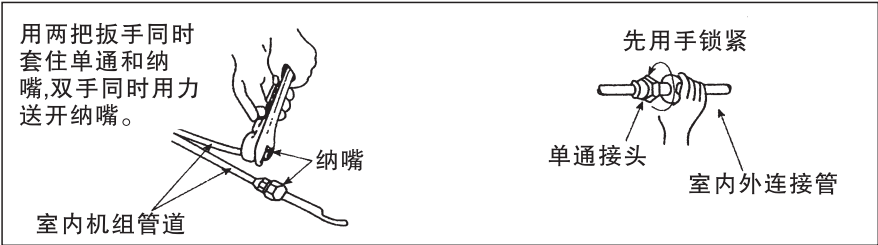

图19
- (1) 将纳嘴和密封帽拆开，将铜管尽头的纳嘴松开，使内藏气体排出，如图19所示。当纳嘴拆开时，应将密封帽拆出，不然制冷剂将不能循环，压缩机就可能烧毁。
- (2) 连接时，应在单通螺牙及管的喇叭口上涂上少许冷冻润滑油，以防螺牙损坏，且按图19所示对准管道拧紧。